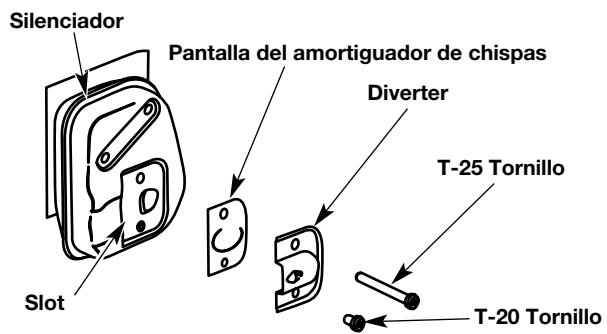

Fig. 56
- Con un destornillador de vástago plano o broca Torx T20, saque el tornillo que conecta la cubierta del amortiguador de chispas al silenciador (Fig. 56).